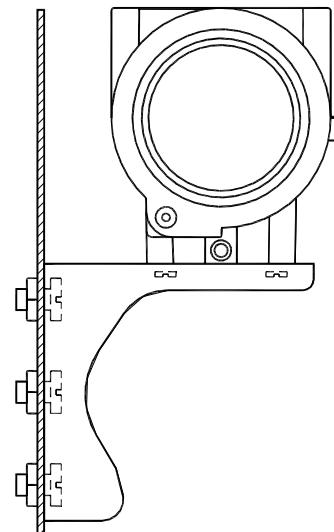

图 2.2 弯支架盘装
**弯支架盘装**的典型安装方式如图 2.2 所示。用所提供的 4 个螺栓将变送器固定于盘装弯支架上，再通过 M10 螺栓（用户自备）将盘装弯支架固定于表盘上。